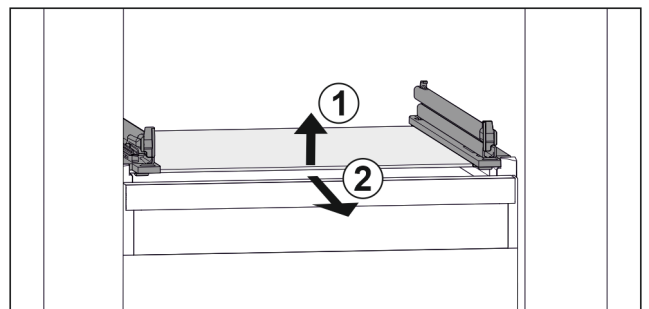

Fig. 51 Beispielhafte Darstellung der Glasplatte
- ▶ Glasplatte vorne anheben. Fig. 51 (1)
- ▶ Glasplatte nach vorne entnehmen. Fig. 51 (2)